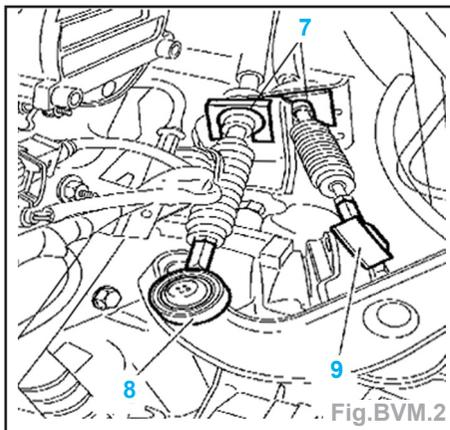

Fig.BVM.2
- Déposer (Fig.BVM.2) :
- les agrafes (7),
- les rotules de commande de vitesse (8) et (9).